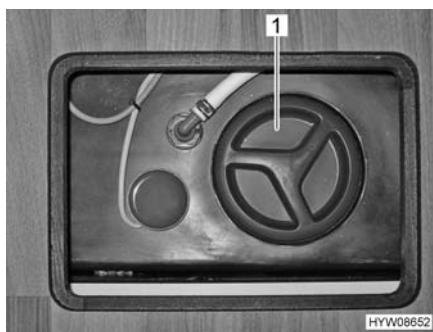

Fig. 177 Apertura per la pulizia
Ubicazione Il serbatoio delle acque grigie si trova nel gradino del letto in coda (Fig. 177). All'apertura per la pulizia si accede dallo sportello del pavimento.
- A questo scopo aprire l'apertura per la pulizia (Fig. 177,1) per il serbatoio delle acque grigie e il rubinetto di scarico.